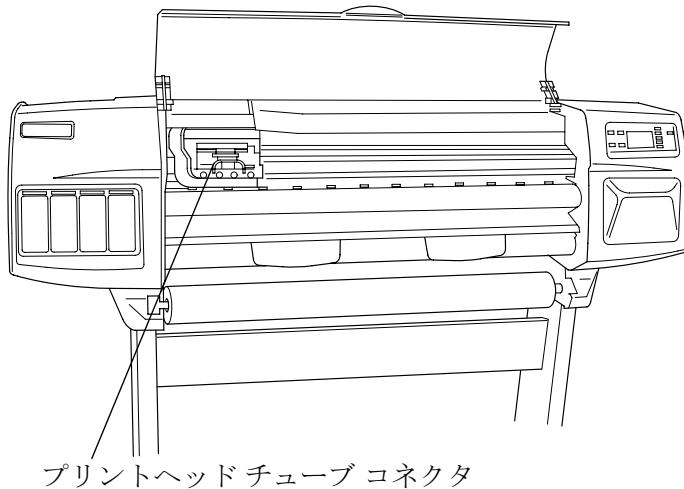

図 41 : キャリッジアッセンブリとベルト
- 2 プリントヘッド チューブ コネクタに対して作業を行えるように、キャリッジの位置を移動します(図41参照)。